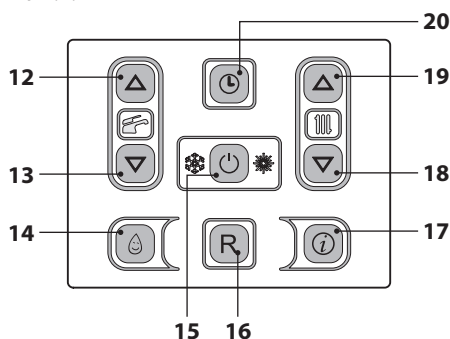

Figura 2.7
- Tenere premuto per 2 secondi il tasto 15 fino a far apparire sul display il simbolo  Figura 2.7.
La temperatura dell'acqua calda di mandata riscaldamento è regolabile agendo sui tasti 18 (diminuzione) e 19 (aumento) (Figura 2.7) da un minimo di circa 25°C ad un massimo di circa 85°C. Alla prima pressione di uno dei due
Comunque se la temperatura ambiente non dovesse essere confortevole si può aumentare o diminuire la temperatura di mandata dell'impianto riscaldamento di  $\pm 15^\circ\text{C}$  agendo sui tasti 18 (diminuzione) e 19 (aumento) (Figura 2.7).